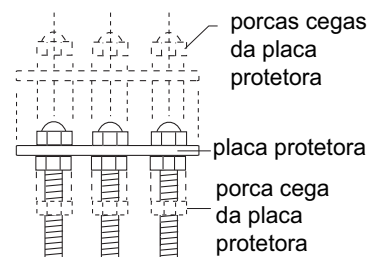

Fig. 13
- J. Remova as porcas cegas e retire a ferramenta de instalação. Tome cuidado para não danificar o cabo. Encaixe o ilhó do cabo de volta na parte superior do sensor e coloque a placa protetora e porcas cegas novamente (fig. 13).